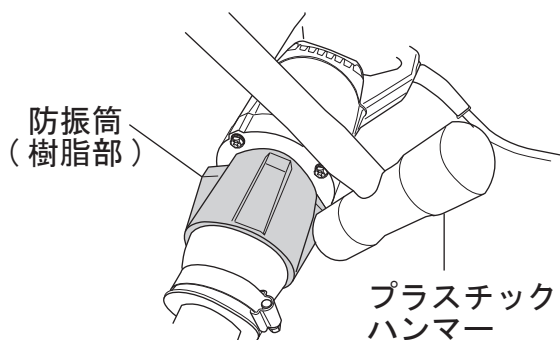

図 3
1. 防振筒の樹脂部をプラスチックハンマーでたたき防振筒および振動筒ケースを外す。（防振筒のネジは左ネジです。）(図3)
3. 防振筒をねじ込み、防振筒の樹脂部をプラスチックハンマーでたたき振動筒を固定する。（防振筒のネジは左ネジです。）(図3)